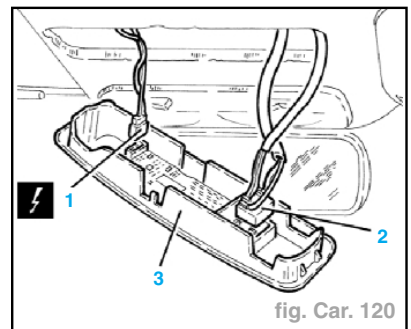

fig. Car. 120
- Retirer la garniture avec les capteurs volumétriques du dispositif antivol (fig. Car. 120).